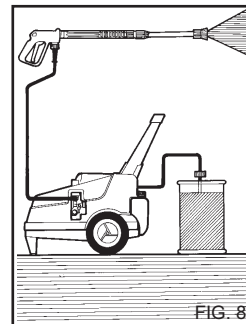

FIG. 8
После использования моющего средства система всасывания химиката должна быть промыта чистой водой, (fig. 8).
1) После использования моющего средства сполосните под давлением контур подачи воды: включите насос на 1 минуту с полностью закрытым дозировочным краном. (fig. 8)
- 4) После использования моющего средства сполосните под давлением контур подачи воды: включите насос на 1 минуту с полностью закрытым дозировочным краном. (fig. 8).